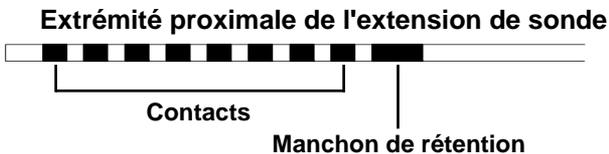

Figure 33. Manchon de rétention sur l'extension de sonde
**Remarque :** le manchon de rétention est facilement reconnaissable parmi les contacts de par sa longueur (Figure 33).